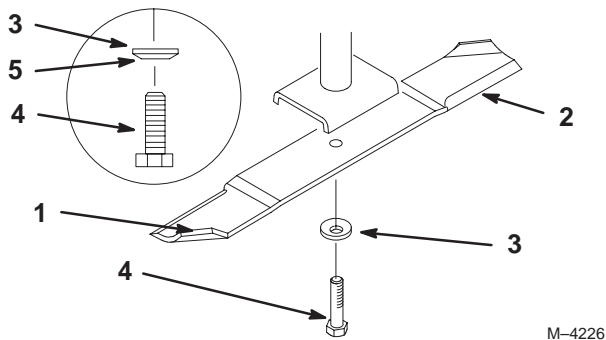

Figure 30
Tenez la lame à son extrémité avec un chiffon ou un gant épais. Retirez le boulon, la rondelle élastique et la lame de l'axe de la lame (Fig. 30).
- Vérifiez l'équilibre de la lame en la plaçant sur un équilibreur (Fig. 32). Si la lame reste horizontale, elle est équilibrée et peut être utilisée. Si la lame est déséquilibrée, limez un peu l'extrémité de la partie incurvée seulement (Fig. 30). Répétez la procédure jusqu'à ce que la lame soit équilibrée.
- Placez la lame sur l'axe (Fig. 30).
- Installez la rondelle élastique et le boulon de la lame. Le cône de la rondelle élastique doit être dirigé vers la tête du boulon (Fig. 30). **Serrez le boulon de la lame à 115–150 Nm.**